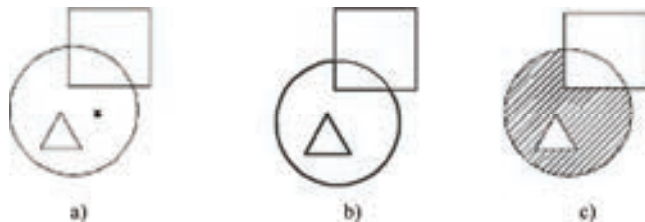

图 3-72 边界确定
(1) 拾取点 通过选择一个或多个对象形成的封闭区域内的点，确定图案填充边界，如图 3-72 所示。指定内部点时，可以随时在绘图区域中单击鼠标右键，以显示包含多个选项的快捷菜单。